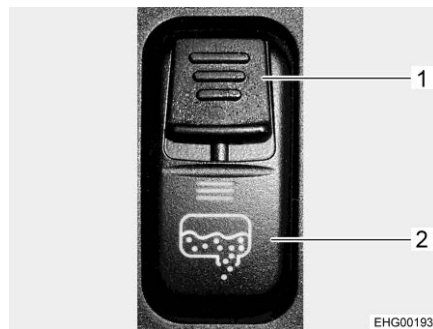

Fig. 194 Commutateur à bascule (vidange des eaux usées)
- Pousser la sûreté (Fig. 194,1) se trouvant sur le commutateur à bascule (Fig. 194,2) vers le bas et presser simultanément ce dernier. Cela ouvre la vanne pour eaux usées et le réservoir d'eaux usées se vide alors. La DEL reste allumée tant que le robinet d'évacuation des eaux usées est ouvert.